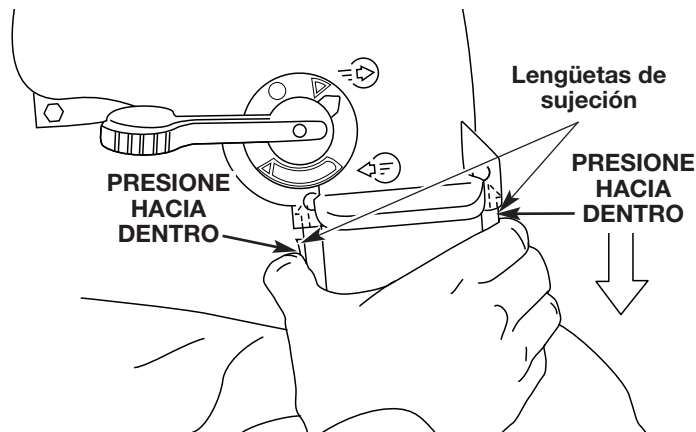

Fig. 5
1. Presione las lengüetas de sujeción a ambos lados del tubo de la bolsa del aspirador y tire de la bolsa del aspirador hacia abajo de la unidad (Fig. 5).